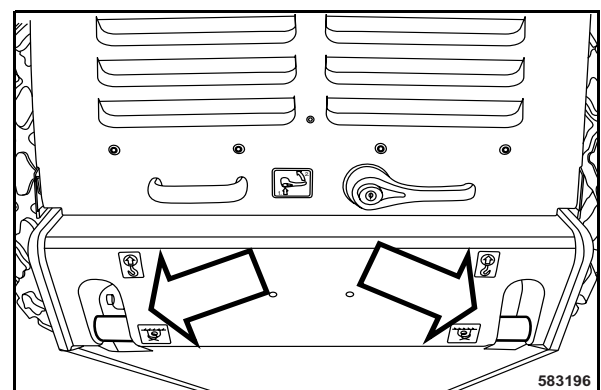

Fig. 109
- Fixer les chaînes (Fig. 109) ou les câbles de remorquage de manière sûre au anneaux de remorquage.